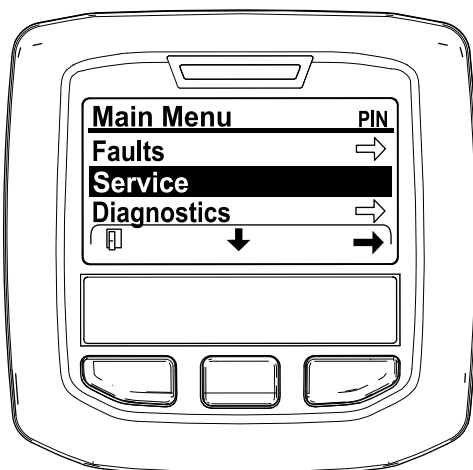

Figura 41
2. Vá até ao MENU PRINCIPAL, prima o botão central para ir até ao MENU DE MANUTENÇÃO e prima o botão direito para selecionar a opção de MANUTENÇÃO (Figura 41).